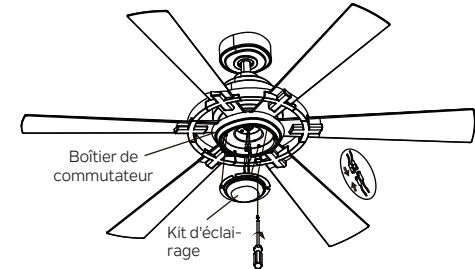

Fig. 22
Étape 2. Tenez le kit d'éclairage près du boîtier de l'interrupteur et raccordez les fils BLANC du kit d'éclairage et du ventilateur en poussant les connecteurs ensemble. Suivez la même procédure avec les fils NOIRS. (Fig. 22)
Étape 3. Rentrez soigneusement les raccordements dans le kit d'éclairage. Placez les deux trous de fente sur le kit d'éclairage sur les deux (2) vis précédemment desserrées depuis le boîtier de l'interrupteur. Faites pivoter le kit d'éclairage jusqu'à ce qu'il se verrouille en place à l'extrémité étroite des trous de clé. Fixez en serrant les deux (2) vis précédemment desserrées et celle précédemment retirée. (Fig. 22)